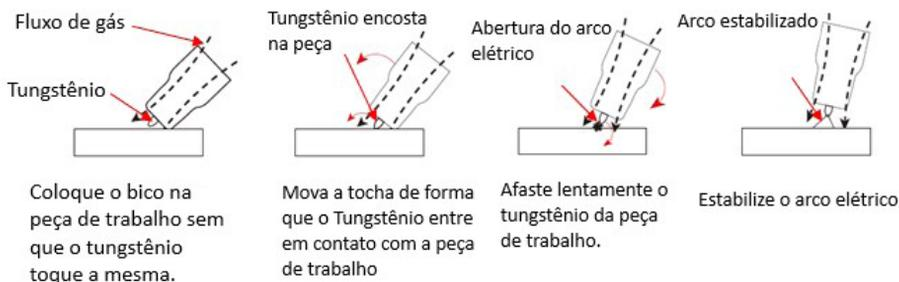

Figura 8
Lift Arc é uma forma de ignição de arco onde a máquina utiliza baixa tensão no eletrodo, com um limite de corrente de um ou dois amperes (bem abaixo da corrente de solda). Quando a máquina detecta que o tungstênio deixou a superfície e uma faísca está presente, ela imediatamente (em microssegundos) aumenta a potência convertendo a faísca em um arco completo. É um processo alternativo de abertura de arco simples, seguro e de baixo custo. A *figura 8* demonstra
8. Inicie a soldagem seguindo os passos da **figura 8**.